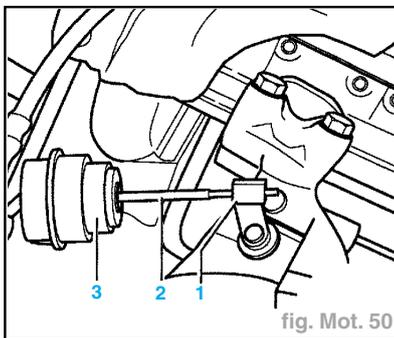

fig. Mot. 50
- Faire démarrer le moteur et monter au régime maximum en accélérant rapidement. La tige d'actionnement (2) pour la valve de régulation de pression de suralimentation doit bouger (fig. Mot. 50).